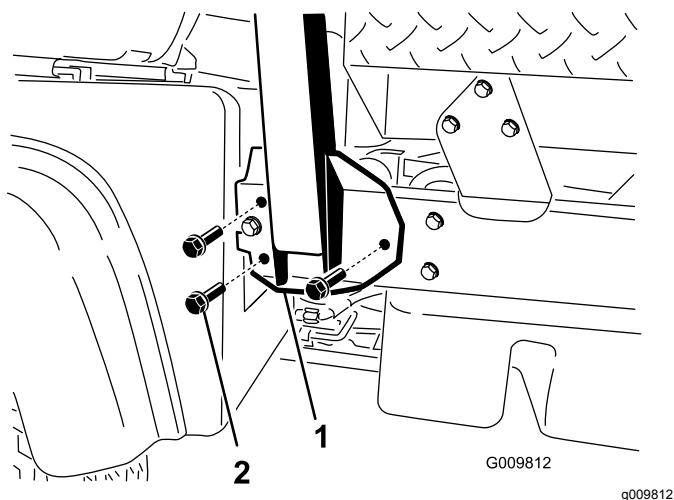

Рисунок 6
2. Совместите обе стороны конструкции ROPS с монтажными отверстиями с каждой стороны рамы автомобиля (Рисунок 6).
3. Прикрепите монтажный кронштейн конструкции ROPS к раме автомобиля с помощью 3 болтов с фланцевыми головками (1/2 x 1-1/4 дюйма) с каждой стороны (Рисунок 6).